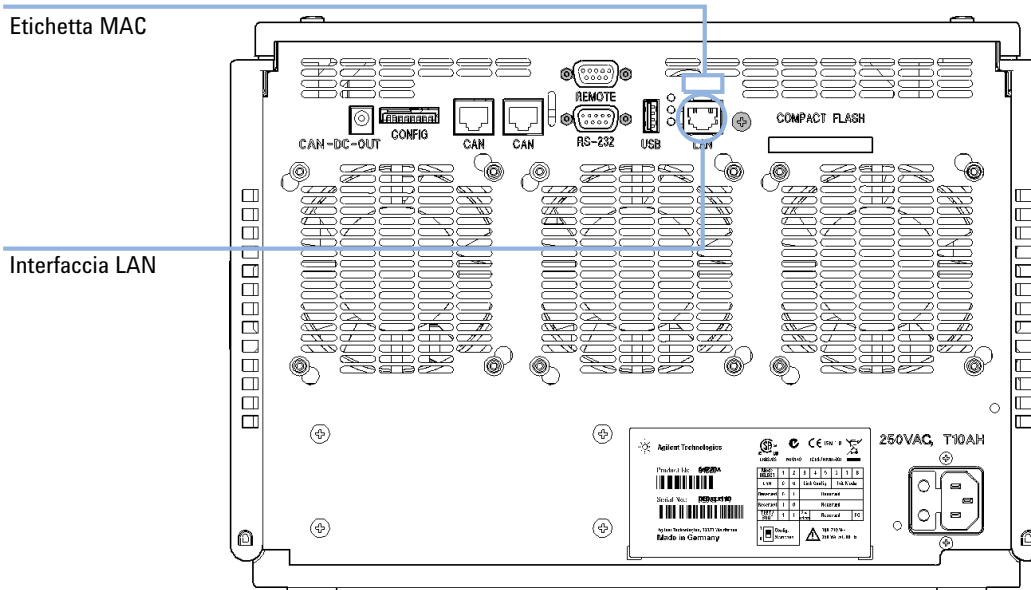

Figura 35 Posizione delle interfacce LAN e dell'etichetta MAC
- 1 Annotare l'indirizzo MAC (Media Access Control) per ulteriore riferimento. L'indirizzo MAC o hardware delle interfacce LAN è un identificatore univoco a livello mondiale. Nessun altro dispositivo di rete possiede un identico indirizzo hardware. L'indirizzo MAC è riportato sull'etichetta posta sul retro del modulo (vedere la Figura 35, pagina 247).
- 2 Collegare l'interfaccia LAN dello strumento (vedere Figura 35, pagina 247) alla